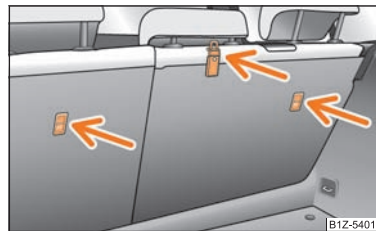

Fig. 148 Scaunul din spate: Top Tether ▶
În unele țări, legea impune echiparea scaunelor din spate cu inele de fixare pentru scaunele pentru copii cu sistem „Top Tether” ⇒ fig. 148.
- **Fixați scaunele pentru copii cu sistem „Top Tether” numai în locurile special prevăzute ⇒ fig. 148.**